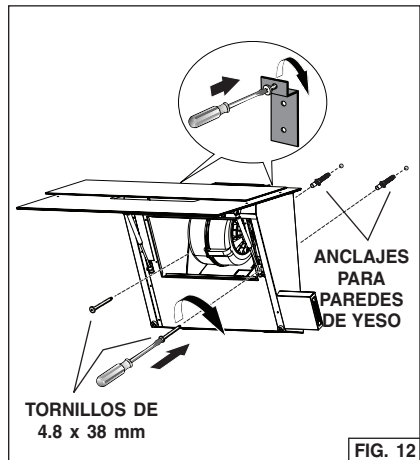

FIG. 12
7. Marque e instale (2) anclajes para pared de yeso adicionales como se muestra. Fig. 12.
8. Fije la campana a la pared con (2) tornillos de montaje de 4.8 x 38 mm.